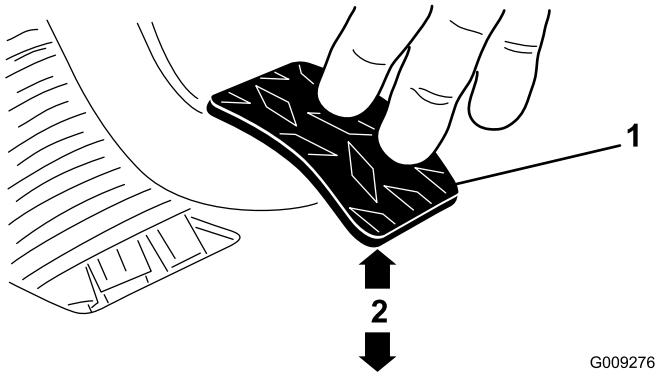

Рисунок 70
3. Регулируйте зажимные гайки или шаровой шарнир до тех пор, пока нижняя сторона задней кромки педали сцепления не будет находиться на расстоянии $9,5 \pm 0,3$ см от верха доски пола с ромбовидным рисунком, когда к педали прикладывается усилие 1,8 кг (Рисунок 70).